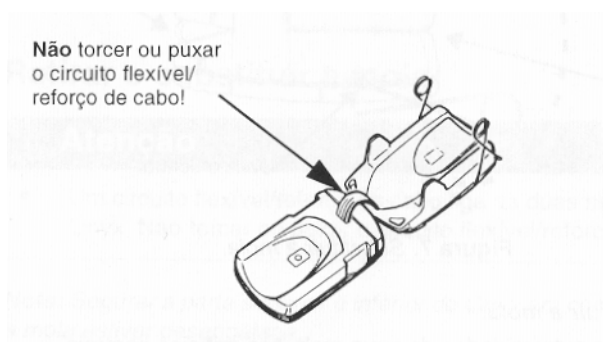

Figura 8. Limpar as superfícies internas do Onyx 9500.
2. Limpar as superfícies expostas (Figura 8) com um pano macio umedecido com uma solução detergente suave ou uma solução de álcool isopropílico.